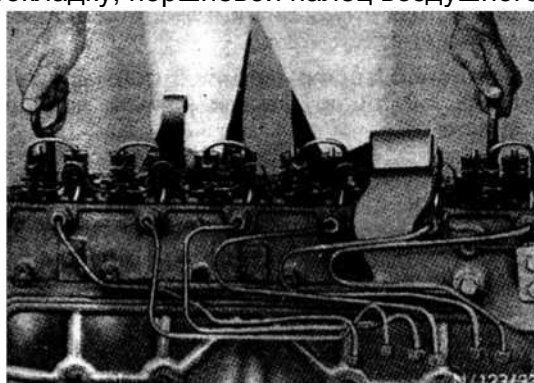

РИС. 8
15) Выкрутите болты крепления головки блока цилиндров в порядке обратном затягиванию (см. п. 072.40.07). Снимите головку блока цилиндров, используя ручки 3125890131 (рис. 8).